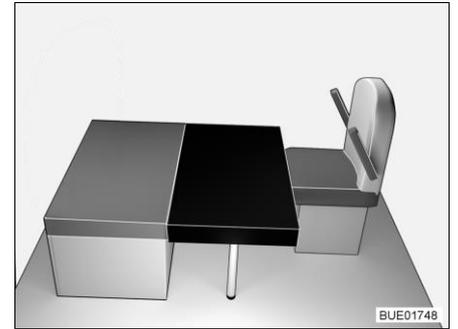

Fig. 151 Après la transformation
- Poser le coussin supplémentaire rectangulaire sur la table (devant le coussin d'assise de la banquette, voir Fig. 151). La découpe dans le coussin supplémentaire se trouve contre la paroi d'appui avant.